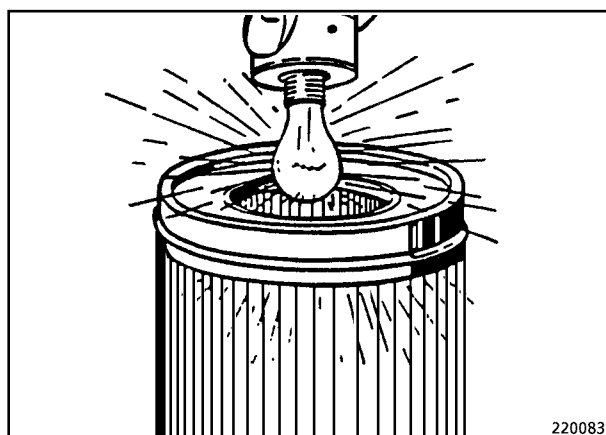

Fig. 5
- Introducir una lámpara en el elemento filtrante, las partes en que salga directamente la luz estarán dañadas (Fig. 5).